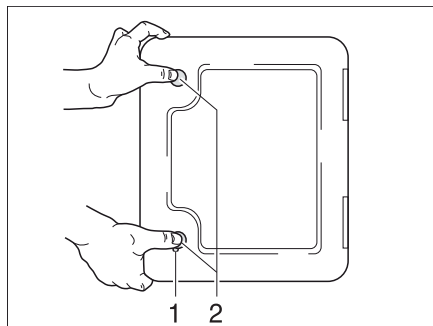

Fig. 36 Portillon pour toilette à cassette
- Insérer la clé dans le barillet du verrou à pression (Fig. 36,1) et la tourner d'un quart de tour.
- Appuyer du pouce et simultanément sur les deux verrous de pression (Fig. 36,2) et ouvrir le portillon pour la toilette à cassette.
- Insérer la clé dans le barillet (Fig. 36,1) et la tourner d'un quart de tour.